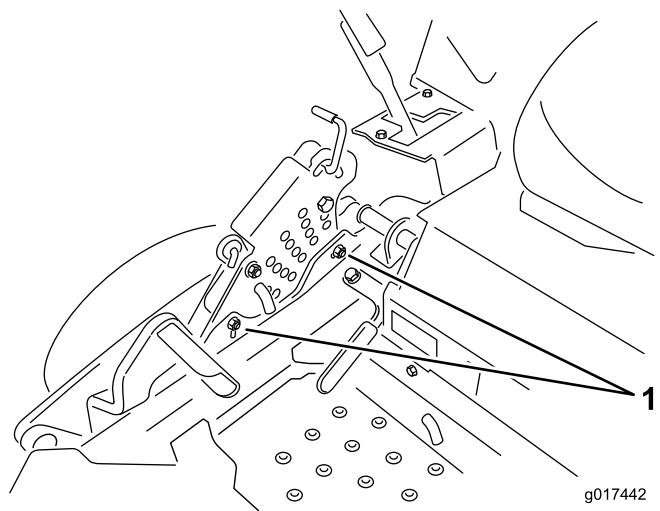

Figura 74
- 12. Para ajustar el sistema de ajuste de un solo punto, afloje los dos pernos situados cerca del borde inferior de la pletina de altura de corte. Consulte Figura 74.
14. Apriete los dos pernos situados cerca del borde inferior de la pletina de altura de corte (Figura 74). Apriete a 37–45Nm (27–33pies-libra).